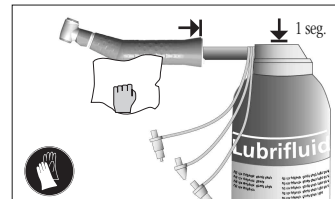

fig. 4
- Introduzca la boquilla del spray en la parte trasera del mango del instrumento fig. 4.